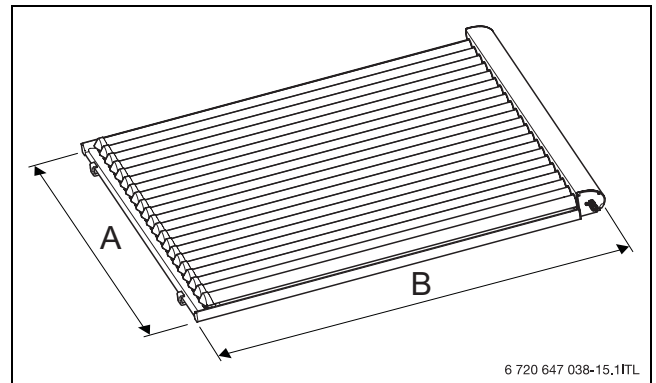
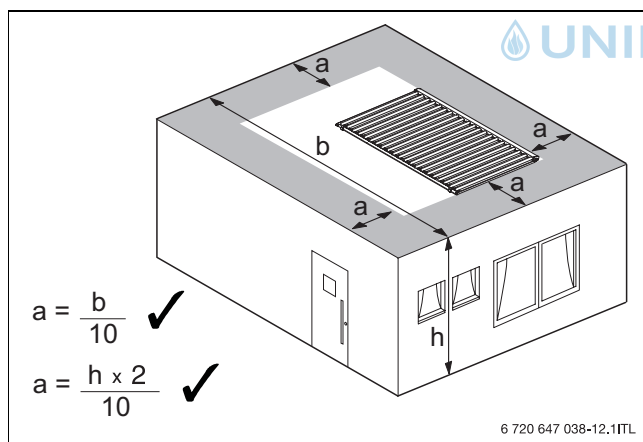
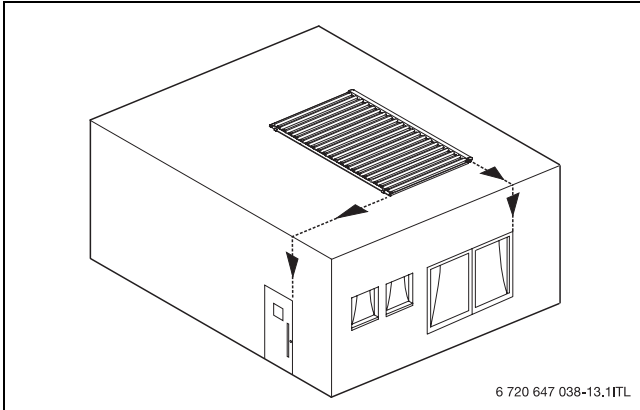

Bild 9 Aufstellfläche des Kollektorfelds
Bild 8 Abstandsmaße des Kollektorfelds
Bild 12 Kollektorfeld der Gebäudeform anpassen
Der Platzbedarf wird durch die Aufstellfläche des Kollektorfelds (→ Bild 9 und Tabelle 7) bestimmt. Bei der Positionierung des Kollektorfelds beachten Sie die Mindestabstände vom Randbereich des Flachdachs (→ Bild 8).
- Kollektoren optisch ansprechend auf dem Dach anordnen, z. B. so, dass das Kollektorfeld mit Fenstern und Türen fluchtet (→ Bild 12). Hierbei jedoch die Mindestabstände zum Dachrand beachten (→ Bild 8, Seite 9).